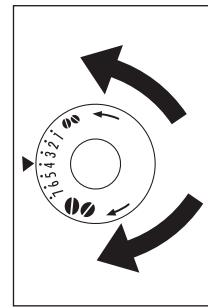

Fig. 40
- Pentru o dozare mai lentă și o cafea mai cremoasă, roțiți cu un clic în sens invers acelor de ceasornic (cafea pre-râșnită mai fin). Pentru o dozare mai rapidă (nu câte o picătură pe rând), roțiți cu un clic în sensul acelor de ceasornic (cafea pre-râșnită mai grosier) (Fig. 40).